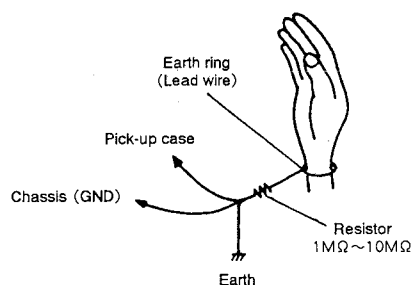

Fig. 4-2
- Before servicing the pickup assembly be sure to prevent electrostatic-inducer destruction by grounding not only test equipment in use but also yourself as shown in Fig. 4-2.
- ピックアップ ASSY を取り扱う場合は、測定器などに確実なアースを取ると共に、人体アースを行ない、静電破壊を十分防止してください。(Fig. 4-2)